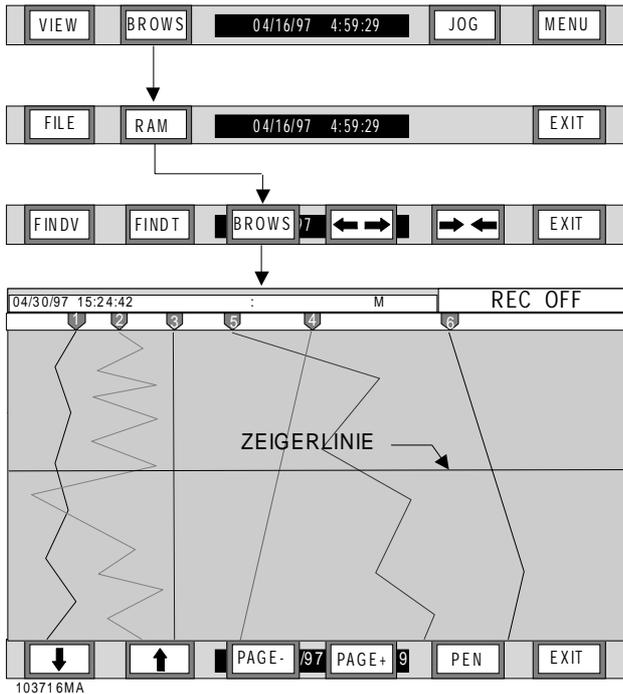

Bild 3-3 Ablaufdiagramm Suchlauf
4. Taste BROWS ("Suchlauf") - Die Taste **BROWS** wird nur in Ansichten eingeblendet, in denen ein Suchlauf möglich ist, also in den Vollansichten des Kurvenschriebs und der Alarmzustände. Die erste Menüleiste in Bild 3-3 ruft die Suchlauffunktion auf.
b. Speichersuchlauf (RAM) – Ohne daß die gleichzeitige Echtzeiterfassung beeinträchtigt wird, können Sie über den Speichersuchlauf Meßwerte einsehen, die früher von den derzeit auf den Schrieb zeichnenden Schreibfedern abgebildet wurden. Die Taste **RAM** blendet die Tastenleiste "Suchlauf" ein, die in Bild 3-3 als dritte gezeigt wird. Auf dem Bildschirm erscheint ein Zeiger, der mit den Pfeiltasten ↑ (AUF) und ↓ (AB) bewegt werden kann. Ein einzelner Tastendruck verschiebt ihn um einen Meßwert; längerer Druck dagegen um 10 Meßwerte. Noch